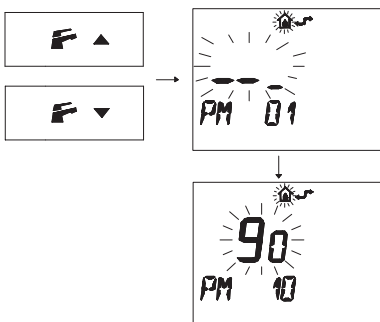

Figura 5.69
- Premere i pulsanti **F**▲ o **F**▼ per visualizzare la programmazione "PM10" selezione della frequenza di accensione (Figura 5.69).
Nella Figura 5.69 si visualizza un SET programmato di **90** corrispondente ad un tempo di riacensione di 3 minuti circa.